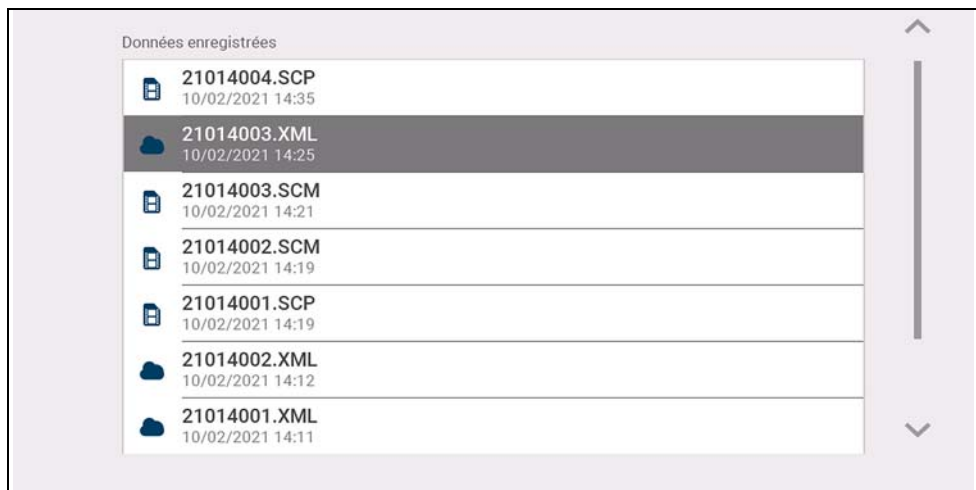

Figure 9-2
- **Toutes les données sauvegardées** : liste tous les fichiers sauvegardés (*Figure 9-2*)
Les résultats des analyses de codes et des codes de système unique sont enregistrés sous forme de fichiers (.XML) et peuvent être sélectionnés dans la liste « Toutes les données sauvegardées » ou la liste Scanner (*Figure 9-2*).